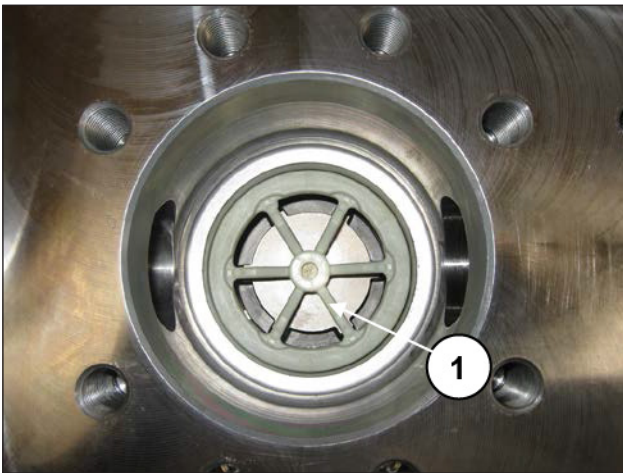

Abb. 183
Die komplette Ventilgruppe muss bündig eingesetzt sein und so erscheinen wie in Pos. ①, Abb. 183.